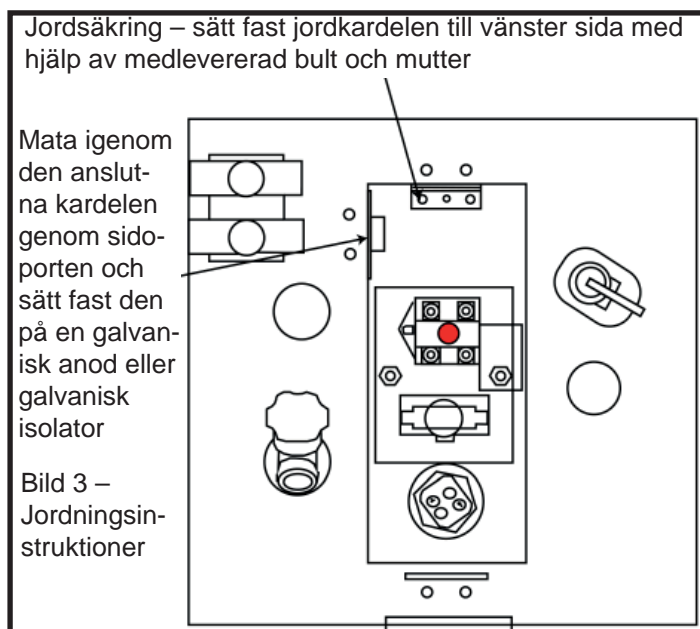

Bild 3 – Jordningsinstruktioner
**Steg 1** Avlägsna elskyddspanelen för att få åtkomst till jordsäkring. Den sitter ovanpå den interna panelen och är märkt med jordsymbolen (se bild 3).